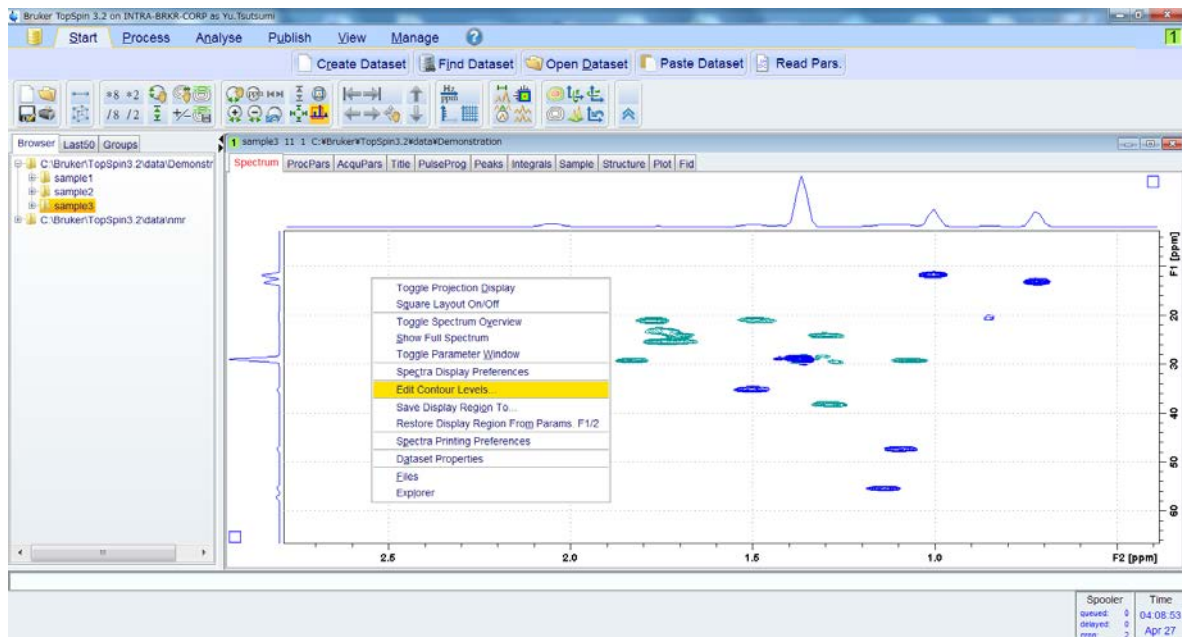

図 77. **Edit Contour Levels...** メニューの選択.
- ① スペクトル内で右クリックしメニューを表示し、**Edit Contour Levels...** を選択すると等高線表示ウィンドウが開きます (図 77)。